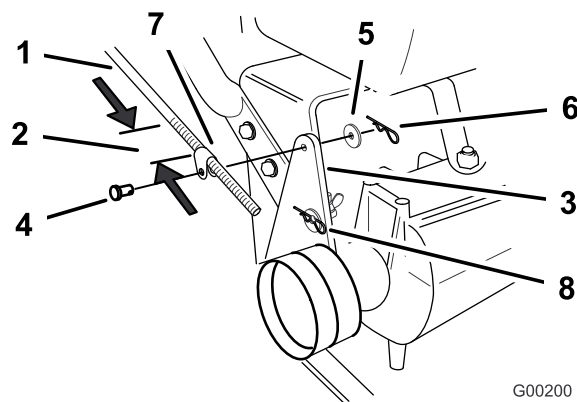

Figura 10
2. Asegúrese de que los acoplamientos de la varilla están enroscados la misma distancia en cada varilla de control. Los acoplamientos de la varilla deben estar a aproximadamente 89 mm (3-1/2 pulg.) desde el inicio de las roscas en la posición más baja de los manillares (Figura 10).
3. Deslice los pasadores por los acoplamientos y los taladros de montaje en los soportes de la polea tensora (desde fuera) (Figura 10). Fije con arandelas y pasadores de horquilla (Figura 10).